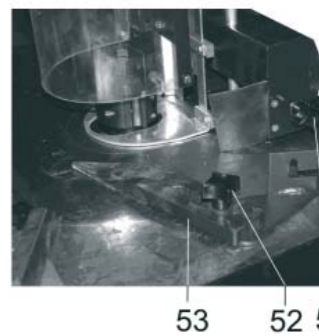

Рис. 10
8.4.5. Как показано на Рис. 10, 11, установите и винтом крепления (51) зафиксируйте упор (53). Положение упора (53) фиксируется установочным винтом (52).